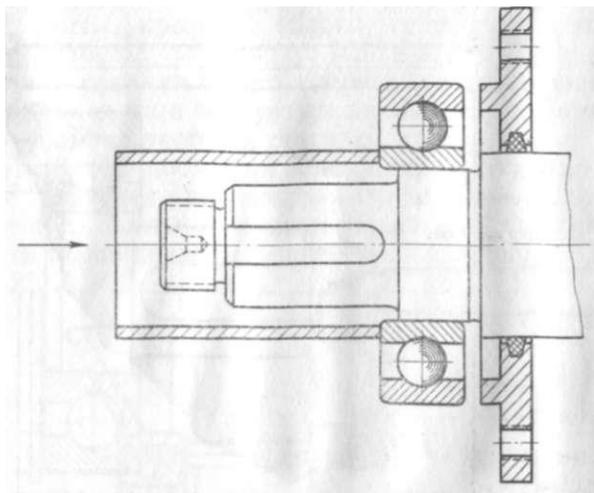

Рис. 23. Оправка
2. Надеть на вал подшипники 26 и 24 при помощи трубчатой оправки (рис. 23) и заложить в них 5—7 см³ смазки, имеющейся в комплекте ЗИП.